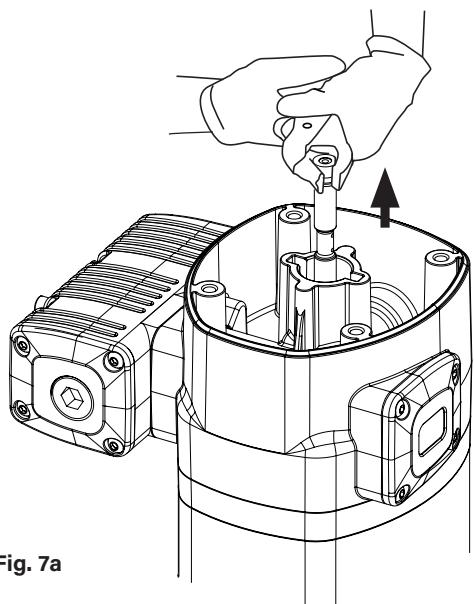
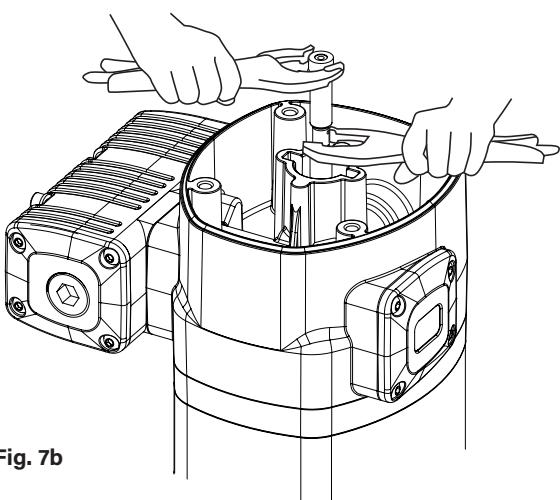

Fig. 7a
Fig. 7b
1. Unscrew the bolts (2) and remove the cap (3).
2. Unscrew the sensor sleeve (4).
3. With a manual clamp on the nut (5), pull the rod (40) outwards until its central recess appears (fig. 7a). Then, with another manual clamp, grab the rod (40) on the recess to prevent sealing surface from being damaged, and unscrew the nut (5) (fig. 7b).
4. Remove o-ring (6) and ring (7), and replace them with new ones during reassembly.
5. Unscrew the bolts (55). Pull the motor body (13) outwards to free it along with bridle (36).
6. Take away the gasket (9) and replace its seals (8) and (10).
7. Unscrew the bolts (37) and separate the motor (13) from the bridle (36). Take away the washer (32) and replace the seal (8).
8. Take away the cylinder (50) while carefully holding the air piston (45). Replace the piston seal (44).
9. Reassemble in reverse order, applying thread locker in screws (37), nut (5) and sensor sleeve (4).
1. Desenrosque los cuatro tornillos (2) y quite la tapa (3).
2. Desenrosque el tapón inversor (4).
3. Con ayuda de una mordaza manual sobre el casquillo (5), tire hacia fuera del vástago (40) hasta que aparezca su rebaje central (fig. 7a). Después, con otra mordaza manual agarre el vástago (40) en dicha zona rebajada central para no dañar la superficie destinada al sellado y desenrosque el casquillo (5) (fig. 7b).
4. Deseche la tórica (6) y el aro (7), y use otros nuevos posteriormente al volver a montar.
5. Desenrosque los cuatro tornillos (55). Tire hacia arriba del cabezal motor (13) hasta liberarlo junto con la brida (36).
6. Quite el casquillo inversor (9). Sustituya las juntas (8) y (10) de este casquillo.
7. Desenrosque los cinco tornillos (37) y separe el cuerpo motor (13) de la brida (36). Extraiga la arandela (32) y sustituya la junta (8).
8. Retire el cilindro (50) sujetando con cuidado el émbolo (45). Sustituye la junta (44) de dicho émbolo.
9. Vuelva a montar el conjunto en sentido inverso, aplicando fijador de rosca en los tornillos (37), casquillo (5) y tapón inversor (4).